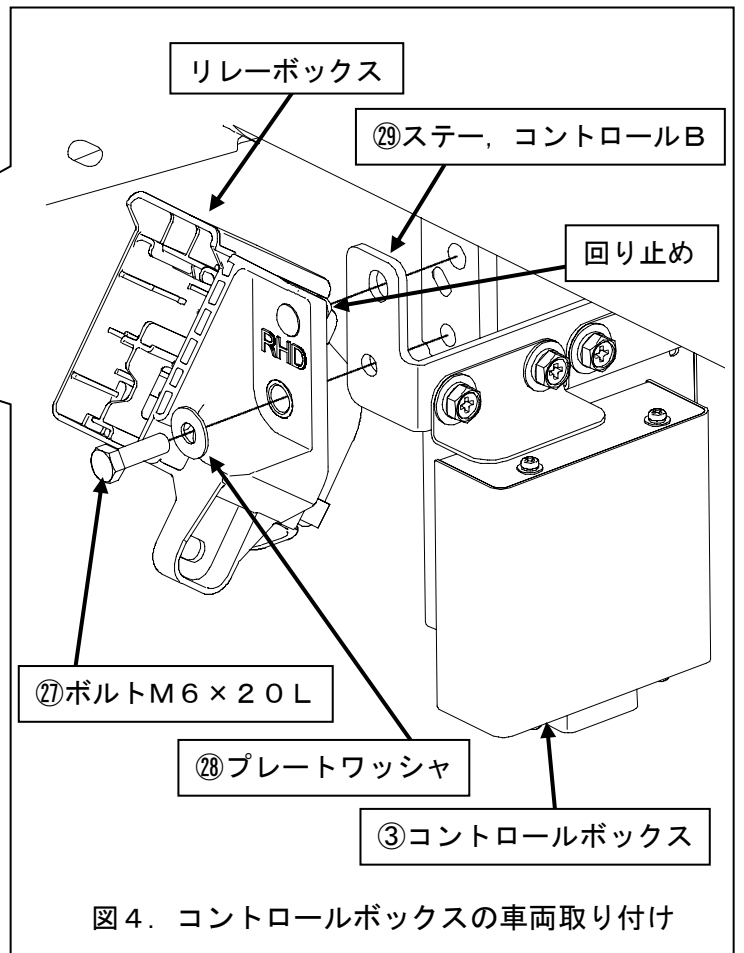

図4. コントロールボックスの車両取り付け
2. 写真16の車両ステーに既設ボルトで取り付けられているリレーボックスを取り外し、作業工程1.にて組付けた③コントロールボックスを図4のように⑳ボルトM6 × 20 L、㉘プレートワッシャで取り付ける。